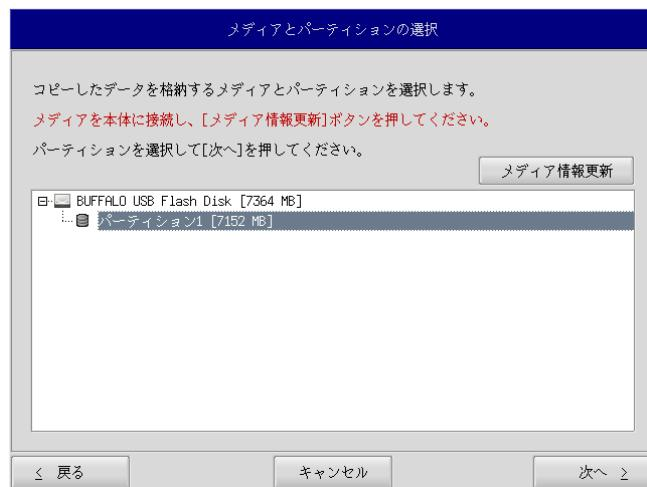

図6-3-2. メディアとパーティション選択画面
- ⑥ メディアとパーティション選択画面（図6-3-2）が表示されます。本体にメディアを接続し、[メディア情報更新]ボタンを押してください。バックアップファイルを保存するメディアのパーティションを選択し、[次へ]ボタンを押します。